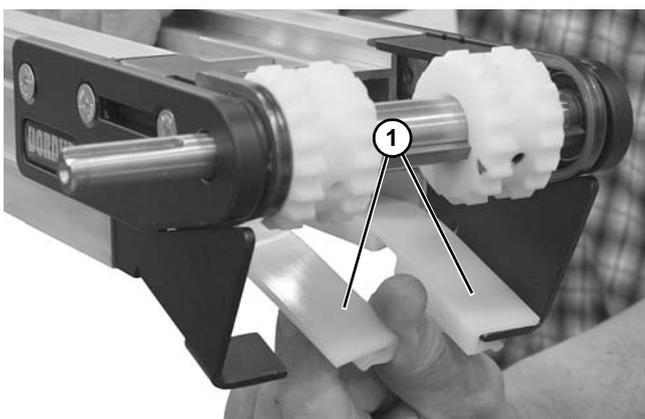

Abbildung 66
3. Untere Verschleißstreifen (**Abbildung 66, Teil 1**) abnehmen.